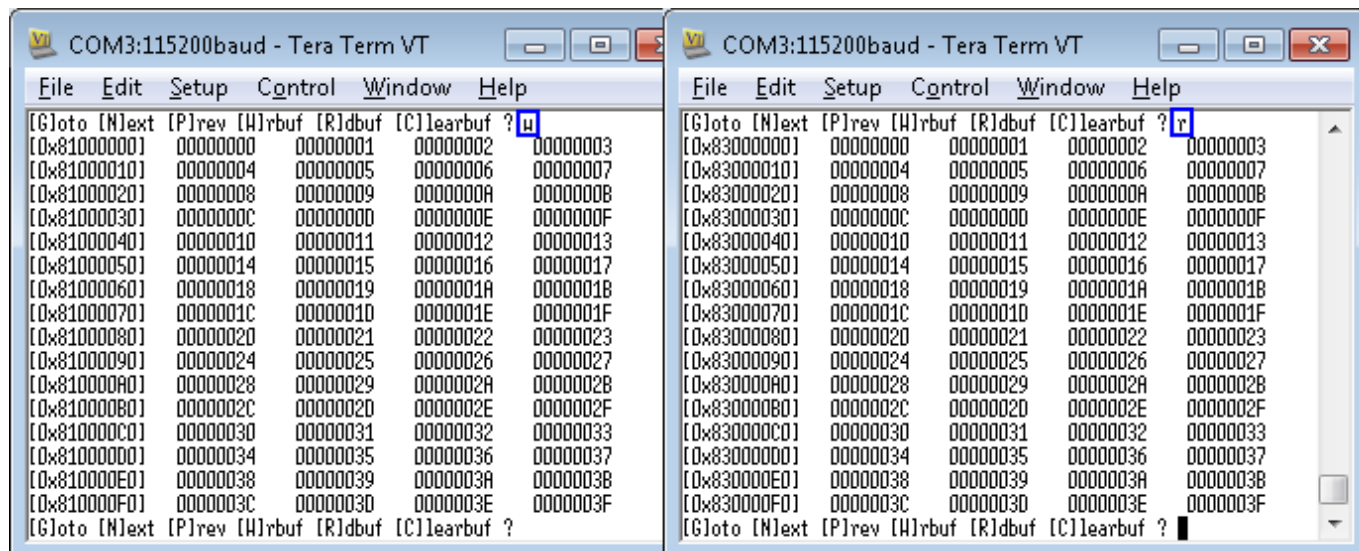

図 3-12: 'W' rbuf / 'R' dbuf サブメニューの表示画面
- 'W' (Write Buffer) : このサブ・メニューにより図 3-12 左画面に示すように、ライト・バッファの先頭から 256 バイト・データを表示します。
- 'R' (Read Buffer) : このサブ・メニューにより図 3-12 右画面に示すように、リード・バッファの先頭から 256 バイト・データを表示します。